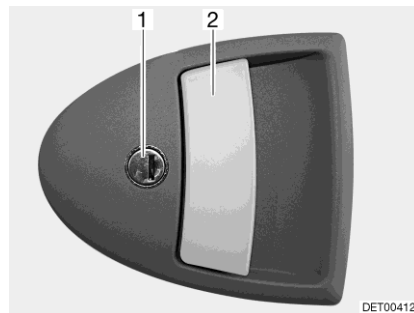

Fig. 35 Serratura della porta (porta di ingresso, lato esterno)
- Inserire la chiave nel cilindro della serratura (Fig. 35,1) e ruotare fino a quando la serratura della porta si sblocca.
- Tirare la maniglia della porta (Fig. 35,2). La porta è aperta.
- Inserire la chiave nel cilindro della serratura (Fig. 35,1) e ruotare fino a quando la serratura della porta si blocca.